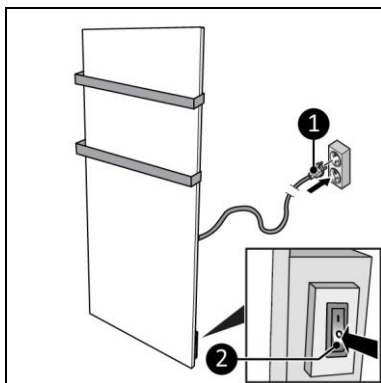

Figura 11
2. Asigurați-vă că comutatorul PORNIT / OPRIT (ON/OFF) este în poziția OPRIT(OFF) (Figura 11, poziția 2).
3. Introduceți ștecherul (Figura 11, poziția 1) într-o priză cu împământare ușor accesibilă. Utilizați o priză cu împământare cu o putere minimă de 800 Watt.
1. Asigurați-vă că comutatorul PORNIT / OPRIT (ON/OFF) este în poziția OPRIT(OFF) (Figura 11, poz. 2).
2. Scoateți ștecărul din priză (Figura 11).